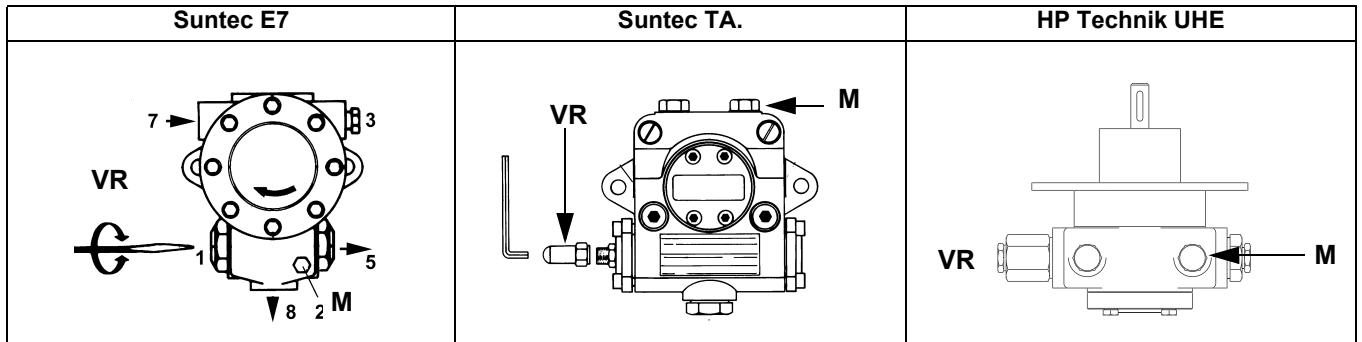
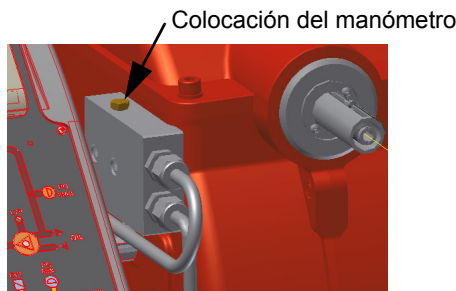

Fig. 7
Fig. 8
- 3 purgar el aire de la conexión **(M)** manómetro de la bomba (Fig. 7), aflojando levemente el tapón, sin quitarlo; luego soltar el contactor;
- 5 La presión de alimentación de la boquilla ya es previamente calibrada en fábrica y no debe ser modificada. Sólo si fuera necesario, regular la presión de alimentación (véase apartado correspondiente) de la siguiente manera: colocar un manómetro en la posición indicada en Fig. 8 intervenir en el tornillo de regulación **VR** de la bomba (véase Fig. 7) hasta obtener una presión en la boquilla igual a 20 bar (boquillas Monarch o boquillas Bergonzo – véanse gráficos en pag. 40-34)